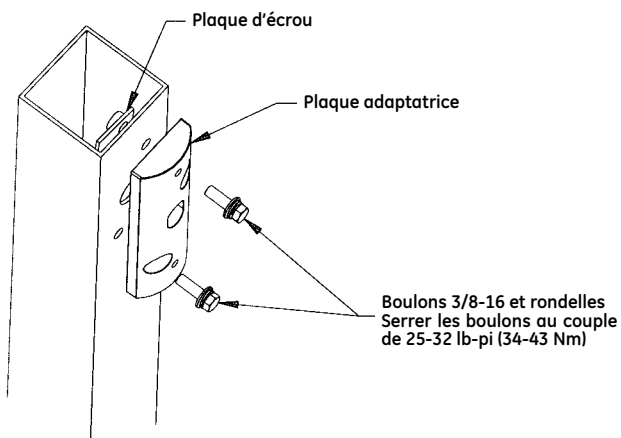

FIGURE 6
- Après avoir vérifié l'orientation de l'extrémité de la plaque adaptatrice, installez la plaque sur le poteau avec l'aide de la plaque d'écrou, des boulons 3/8-16 et des rondelles incluses, conformément à l'illustration. Serrez les boulons 3/8-16 au couple de 25-32 lb-pi (34-43 Nm) (voir la figure 6).